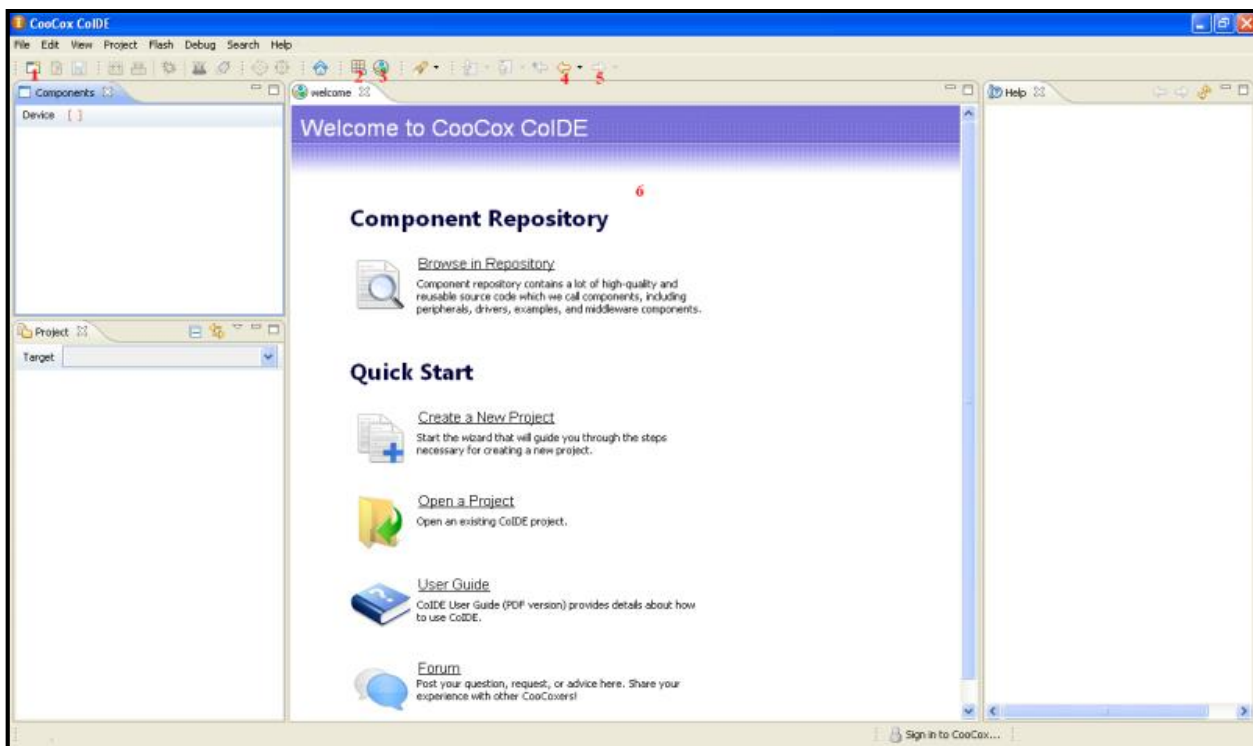
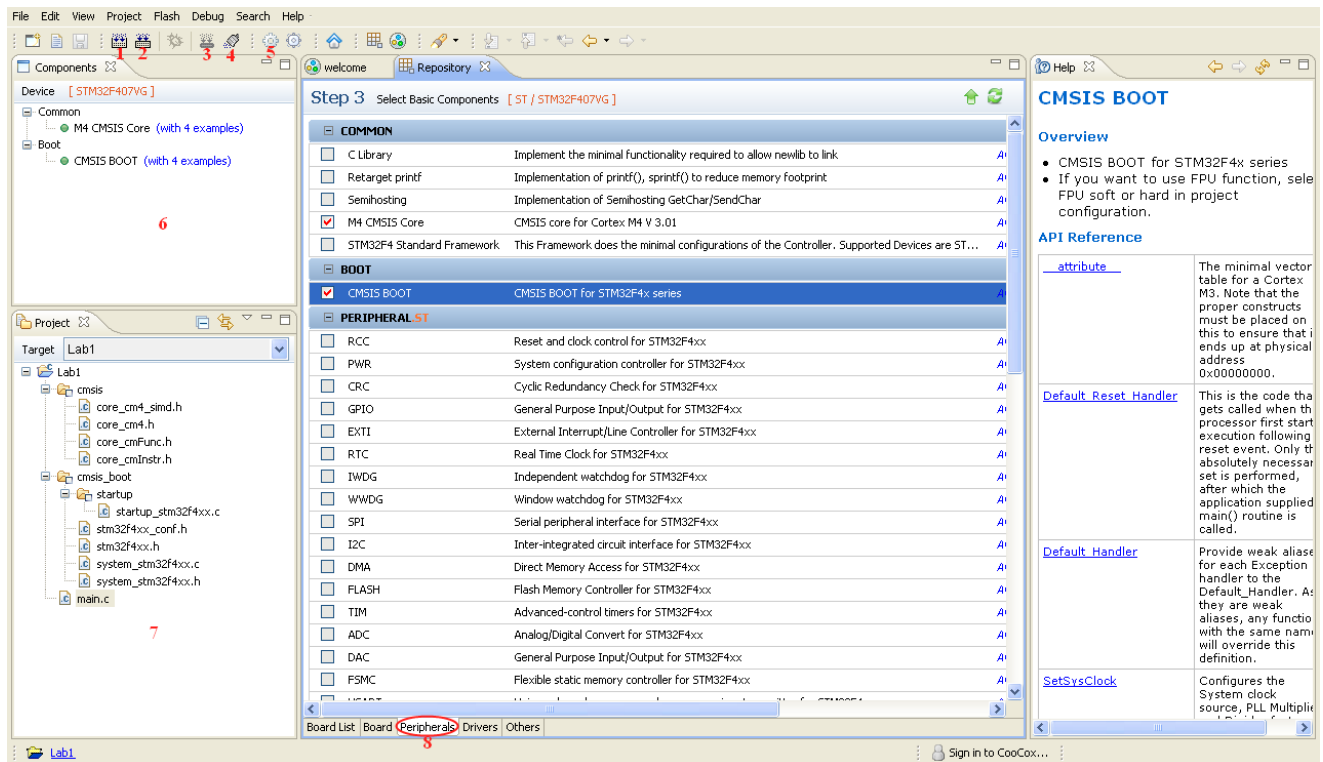

Рис.1. Головне меню *CoIDE*
Рис.5. Меню розробки
Після встановлення та налаштування *CooCox* можна приступати до виконання лабораторних робіт. Здійснивши запуск програми, отримуємо головне меню наступного виду (меню англійською мовою) (рис.1)
3. Відображення меню *Welcome* (рис.1).
Кнопною “*Finish*” процес створення проекту завершується (рис.5). Наступним кроком є додавання до програми необхідних елементів, а саме: налаштування процесора, його тактової частоти, параметрів завантаження. Для цього необхідно перейти до вкладниці *Peripherals* та обрати наступні елементи:
Інший шлях створення проекту є наступним: у головному вікні, що зображено на рис.1, натиснути на *Browse in Repository*. Відкриється вікно вибору мікроконтролера. На платі, що є лабораторним стендом, встановлено мікроконтролер *STM32F407VGT6* сімейства *STM32F4xx*. Необхідно обрати необхідний мікроконтролер із заданого списку, після чого буде доступним вікно, що зображено на рис.5.